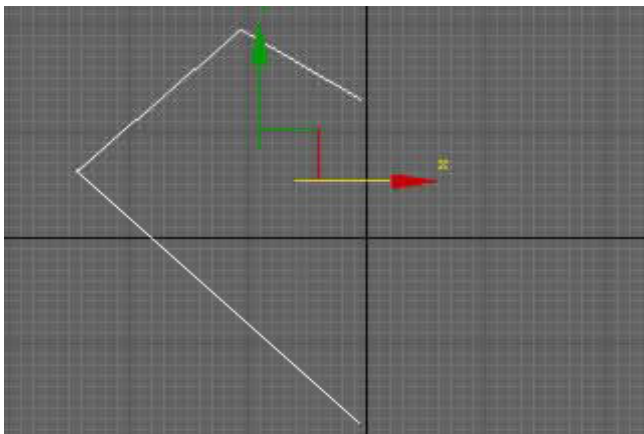

图 2-35 绘制基本型
Step 1. 选择  创建面板 →  图形 → 线,绘制出一个心形的一半。因为另一半是对称形,可以使用对称工具实现另一半,所以在这只需要绘制一半即可,如图 2-35 示。